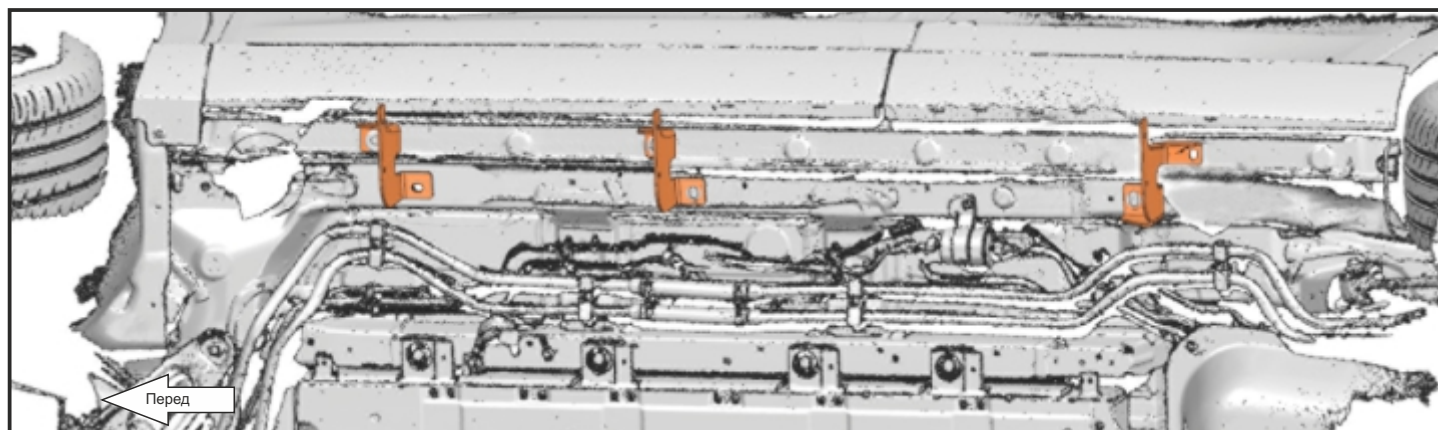

Рис. 3
3. Закрепить передний, средний и задний кронштейны при помощи болтов M8x25 и шайб 8 ув. к установленным закладным. Затянуть резьбовые соединения (Рис.3).